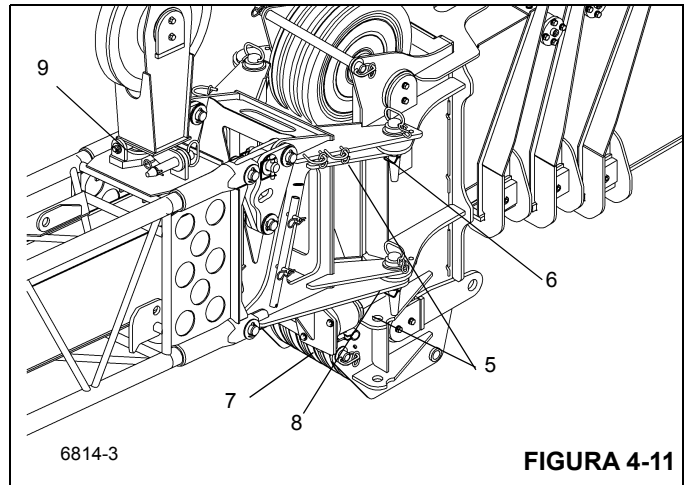

FIGURA 4-11
8. Eleve y/o baje la pluma ligeramente para ayudar a controlar la extensión de la pluma. Utilice la cuerda amarrada a la parte superior de la extensión de pluma para girar la extensión delante de la punta de la pluma, enganchando los adaptadores de fijación (5) en los adaptadores de anclaje del lado izquierdo de la punta de la pluma (Figura 4-11).
9. Instale el pasador de fijación (6) del lado superior izquierdo y la pinza de retención en los adaptadores superior de anclaje y de fijación de la punta de la pluma (Figura 4-11).
10. Extienda el gato de alineación (7) de la extensión de la pluma hasta alinear el lado inferior izquierdo de la punta de la pluma con las orejetas de la extensión de pluma.
11. Instale el pasador de fijación (8) del lado inferior izquierdo y la pinza de retención en los adaptadores inferior de anclaje y de fijación de la punta de la pluma.
13. Alivie la presión del gato de alineación (7) de la extensión de la pluma (Figura 4-11).
14. Instale el conjunto del mástil (9) en posición vertical usando el pasador de bloqueo.
4. Retire el pasador de retención del conjunto del mástil y el pasador que fija el mástil en la posición vertical (9) (Figura 4-11). Ponga el conjunto del mástil en la posi-
10. Extienda el gato de alineación (7) (Figura 4-11) de la extensión de pluma hasta que el pasador de fijación inferior izquierdo (8) quede libre. Retire el pasador de pinza inferior izquierdo y el pasador de fijación.
12. Retire el pasador de fijación (6) del lado superior izquierdo y el pasador de pinza de los adaptadores superior de anclaje y de fijación de la punta de la pluma.